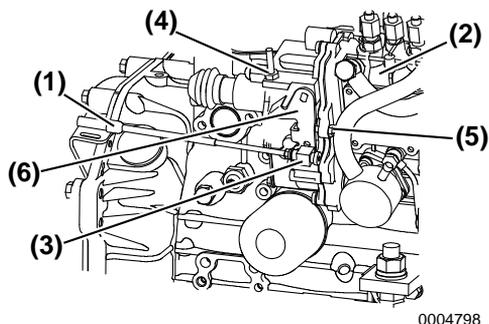

Figure 4
AVIS: N'ajustez jamais le boulon d'arrêt de haute vitesse (Figure 4, (4)**) du régulateur. Cela annulera la garantie du moteur.**